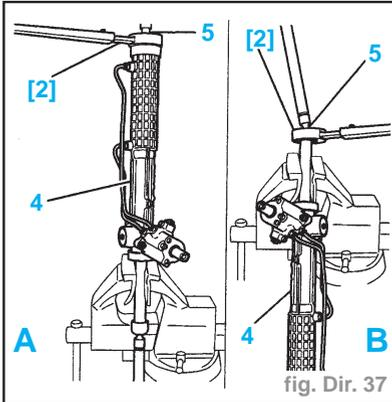

fig. Dir. 37
- les colliers (2)
- le soufflet (3)
Impératif : Placer le mécanisme de direction (4) dans un étau équipé de mordaches, comme indiqué en (A) ou en (B) selon le côté d'intervention (fig. Dir. 37).
- Déposer le boîtier (5) à l'aide de l'outil [2] (-.0707).